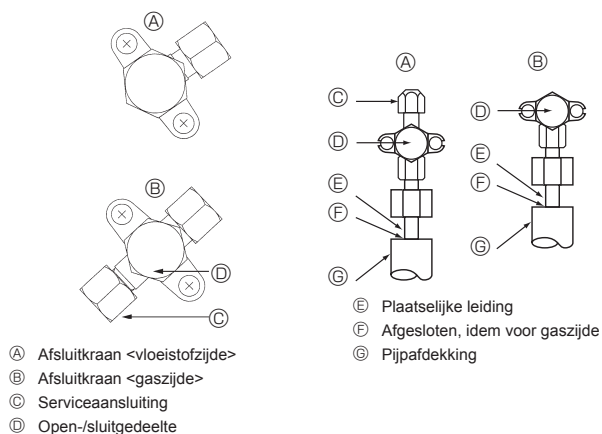

Fig. 4-5
4.4. Luchtdichtheid van de koelstofpijpen testen (Fig. 4-5)